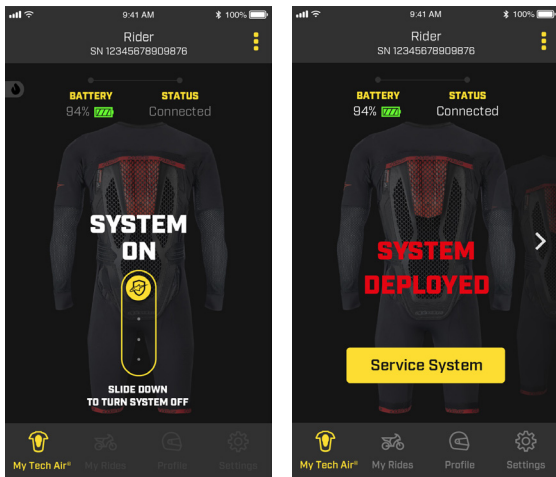

Figura 16
Durante la guida, la modalità "Sistema acceso" è attiva e, di conseguenza, per motivi di sicurezza, l'utente non può accedere alla maggior parte delle funzioni dell'App. Nel caso in cui il Sistema debba essere disattivato dall'utente, ad esempio durante una guida pesante fuoristrada, il Sistema può essere disattivato utilizzando l'icona a scorrimento sull'App (come mostrato in Figura 16). Per riattivare, aprire e chiudere la Cintura di attivazione (4).
In caso di espansione, l'App mostrerà il relativo stato con la dicitura SYSTEM DEPLOYED (SISTEMA DISPIEGATO) come illustrato in Figura 16.